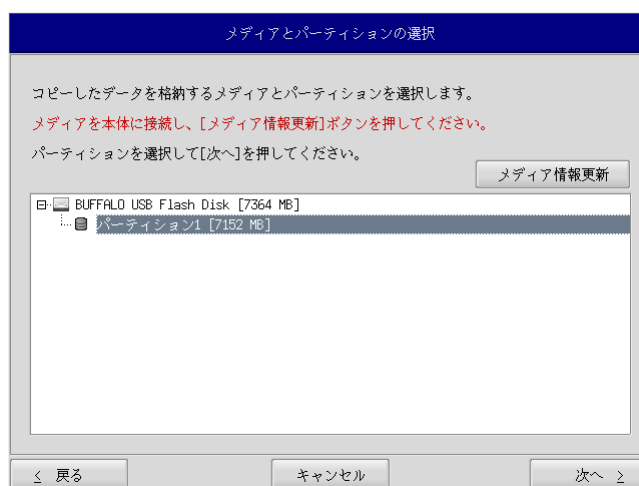

図 5-3-2. メディアとパーティション選択画面
- ⑥ メディアとパーティション選択画面（図 5-3-2）が表示されます。本体にバックアップ USB を接続し、[メディア情報更新] ボタンを押してください。バックアップファイルを保存するバックアップ USB のパーティションを選択し、[次へ] ボタンを押します。バックアップ USB の認識には少し時間がかかります。バックアップ USB を接続してすぐに[メディア情報更新] ボタンを押すと、目的のバックアップ USB の情報が現れないことがあります。この場合は、1 分程度待って再度、[メディア情報更新] ボタンを押してみてください。